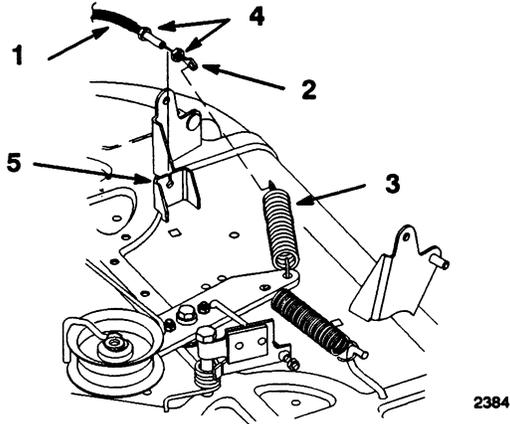

Bild 45
Mähdeck drehen und die zweite Klemmutter auf das Kabel aufdrehen (Bild 45).
11. Das Ende des Messerbowdenzug (ZWA) in die Mitläuferfeder einhaken (Bild 45).